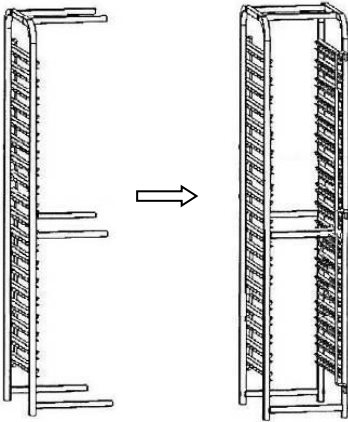

Fig. 1
1. Primero, monte en una de las partes laterales del carro porta bandejas (**Fig. 1**) 6 barras transversales (arriba, en el medio, abajo).